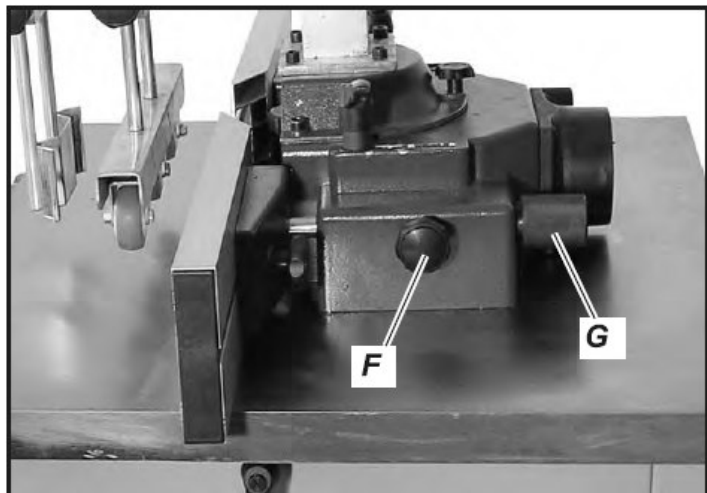

Abb.5-21: Fräsanschlag
Schritt 1: Lösen Sie den Feststellgriff des Fräsanschlags (Sternschraube M8x25 (Pos. F, Abb. 5-21)).
Schritt 2: Drehen Sie den Einstellknopf für die Spindelverriegelung (Pos. G, Abb. 5-21), bis der Anschlag auf die gewünschte Position eingestellt ist.